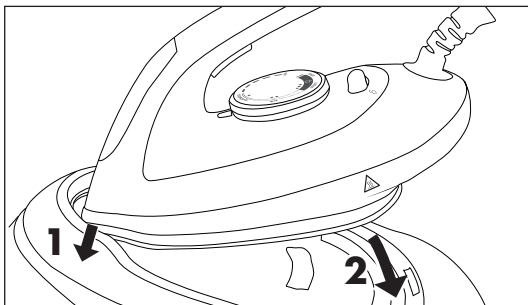

Fig. 8
- 4) A luz de controlo de aquecimento ❶ acende-se durante o aquecimento. Quando a luz de controlo de aquecimento ❶ se apaga, significa que a temperatura ajustada foi atingida e que pode começar a engomar.
- 5) Depois de ter engomado, pouse o ferro de engomar na superfície de colocação ❷ da estação base. Primeiro, introduza a ponta do ferro de engomar por debaixo da aresta frontal da superfície de colocação ❷ e pouse depois completamente o ferro de engomar na superfície de colocação ❷ (ver fig. 8).